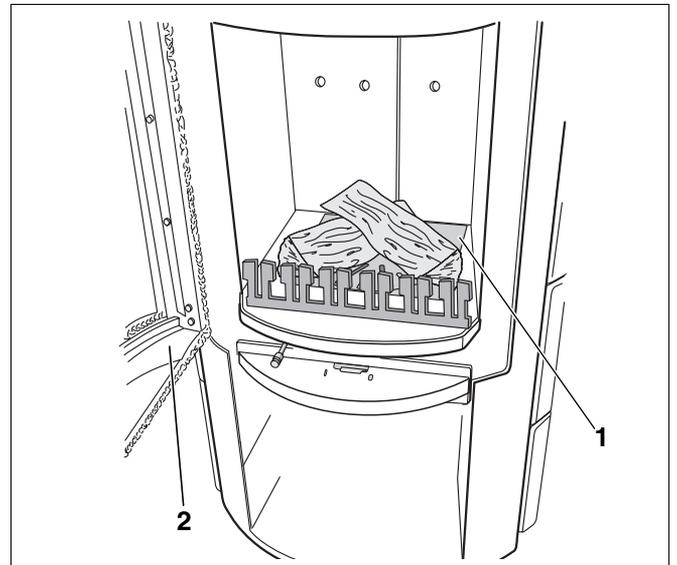

Abb. 20 Feuerraum mit Holzscheiten
- Öffnen Sie die Feuerraumtür (Abb. 20, **Pos. 2**).
- Legen Sie zwei bis drei Holzscheite sowie Kleinholz und Papier oder im Handel erhältliche Zündhilfen auf den Feuerraumboden (Abb. 20, **Pos. 1**). Verwenden Sie keine flüssigen Brennstoffe (Benzin, Petroleum oder Ähnliches).
- Schließen Sie die Feuerraumtür (Abb. 20, **Pos. 2**).